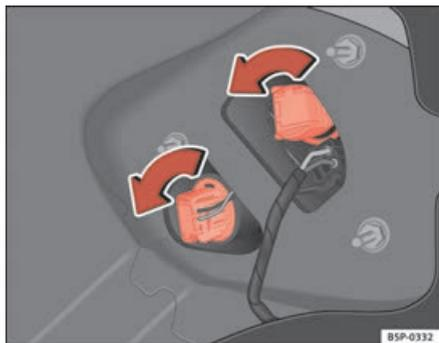

Fig. 195 Feux dans la carrosserie
- Tournez le porte-lampes vers la gauche ⇒ fig. 195.